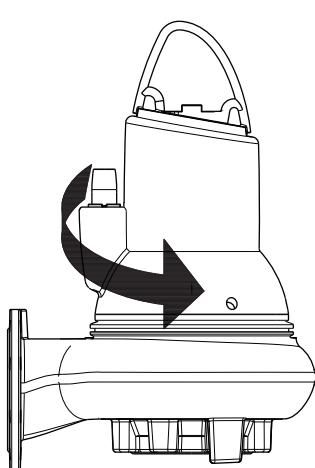

Рис. 15 Направление рывка
- Включить и тут же отключить насос, следя при этом за направлением действия крутящего момента (за направлением рывка) насоса. Если насос подключен правильно, рабочее колесо будет вращаться по часовой стрелке, т.е. рывок будет против часовой стрелки. См. рис. 15.